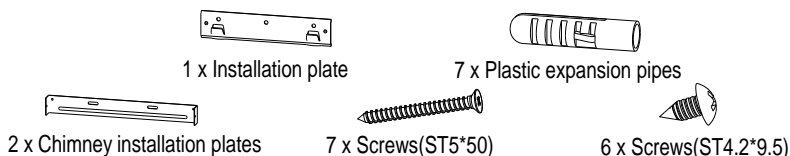

Рисунок 3
1. Аксессуары см. Рис.3. (Тип и количество аксессуаров зависят от фактического спроса.)